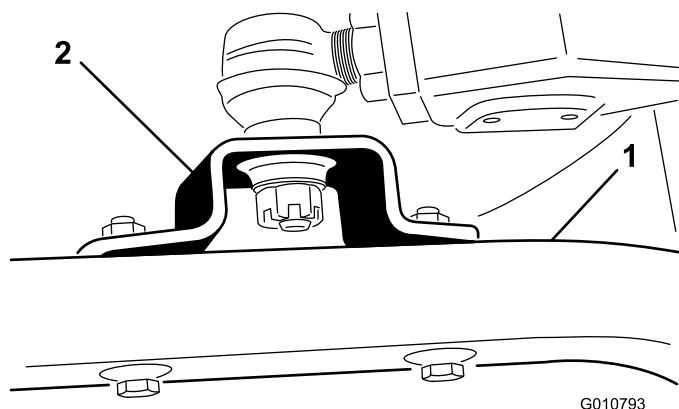

Figura 19
4. Retire os parafusos e porcas de bloqueio que prendem as montagens da rótula esférica aos braços da roda giratória na unidade de corte (**Figura 19**).
4. Desloque a alavanca de elevação para a posição Suspensa. Empurre os braços de elevação para baixo até que os furos na rótula esférica fiquem alinhados com os furos nos braços da roda giratória (**Figura 19**).